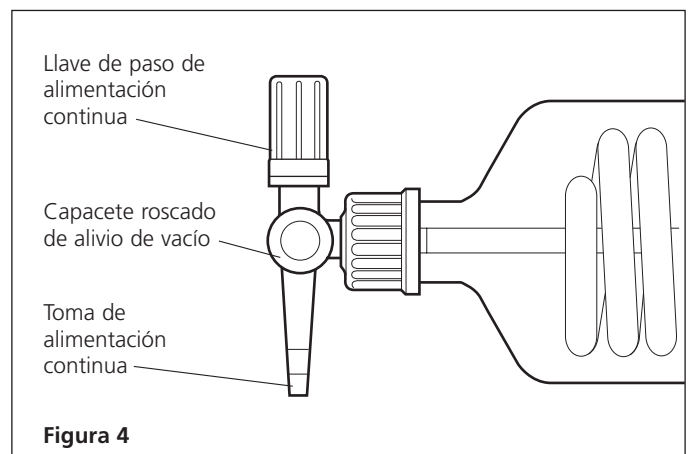

Figura 4
11. Disponga el matraz receptor (5) en su sitio y sujételo con la presilla de junta esférica (7).
12. Disponga el matraz rotatorio (4) sobre el extremo del tubo de vapor y sujételo usando la presilla de junta cónica (2).
13. Retire el capacete roscado de plástico gris del extremo estrecho del condensador e instálelo en el adaptador de alivio de vacío / alimentación (3) (vea la figura 4).
14. Introduzca el tubo de PTFE a través del condensador y el tubo de vapor, de modo que el extremo quede dentro del matraz rotatorio. Tenga en cuenta que para los modelos RE301 y RE302, la longitud del tubo de PTFE puede que deba ser reducida para que encaje en el matraz rotatorio (vea la figura 4).
- a) Retire el matraz rotatorio (4) del tubo de vapor (8) y llénelo con el líquido que ha de ser evaporado. Asegure que el matraz nunca sea llenado a más de la mitad. Sujete el matraz en la junta cónica utilizando la presilla (2).
- b) Examine el adaptador de vacío / alimentación (3) y asegure que estén cerrados tanto la llave de paso como el capacete roscado de alivio de vacío (vea la figura 4).
- Conecte un tramo de tubo flexible a la toma de alimentación continua del adaptador de vacío / alimentación (vea la figura 4).